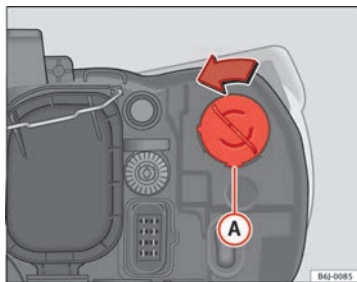

Abb. 155 Blinklicht
- Den Lampenträger ⇒ Abb. 155 **A** nach links drehen und ziehen.